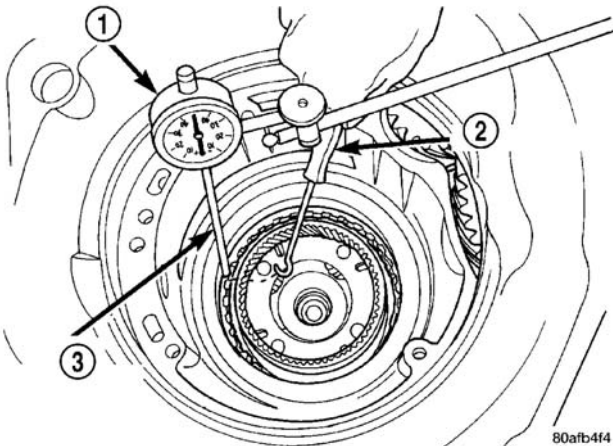

图 137 检查 2/4 离合器间隙
(47) 安装卡环。
(48) 设置千分表，如（图 137）所示并测量 2/4 离合器间隙。用手指压下离合器组件并使千分表归零。2/4 离合器组件间隙为 0.76-2.64mm(0.030-0.104in.)。安置千分表并在 4 处读取测量值，取读数的平均值。若间隙超出该范围，离合器组装不正确。不可对 2/4 离合器间隙调整。